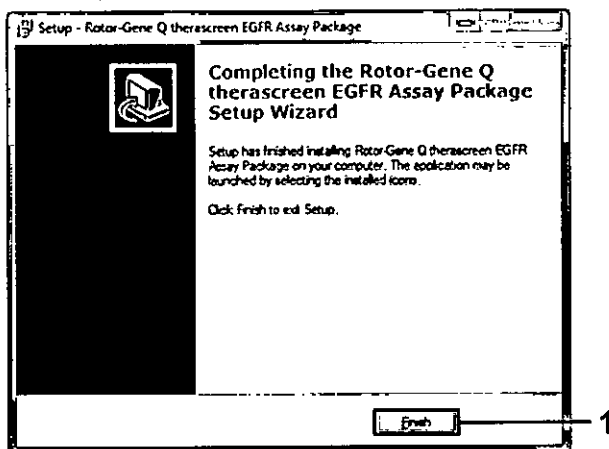

Ilustración 43. Finalización del asistente para la configuración (1 = Botón "Finish" [Finalizar])
6. La configuración se inicia automáticamente. Una vez finalizada la instalación, se abre el último cuadro de diálogo de "Setup Wizard" (Asistente para la configuración). Haga clic en "Finish" (Finalizar) para salir del asistente (ilustración 43).